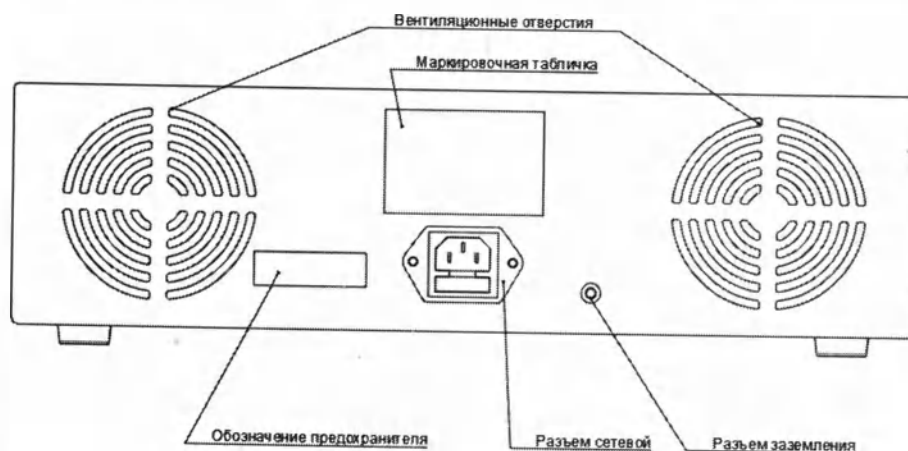

Рисунок 2. Осветитель эндоскопический ОЭ-100-01-«МФС» (задняя панель)
17.5. Подключить розетку сетевого кабеля к разъему (см. Рис.2, Рис.4) на задней панели осветителя (ОЭ-100-01-«МФС», ОЭ-100-02-«МФС»).